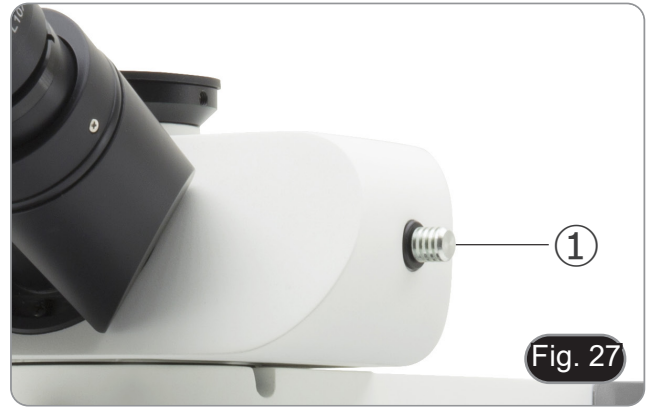

Fig. 27
1. Bewegen Sie den Schalter ① in eine der drei möglichen Positionen, um das Licht zu verteilen. (Fig. 27)